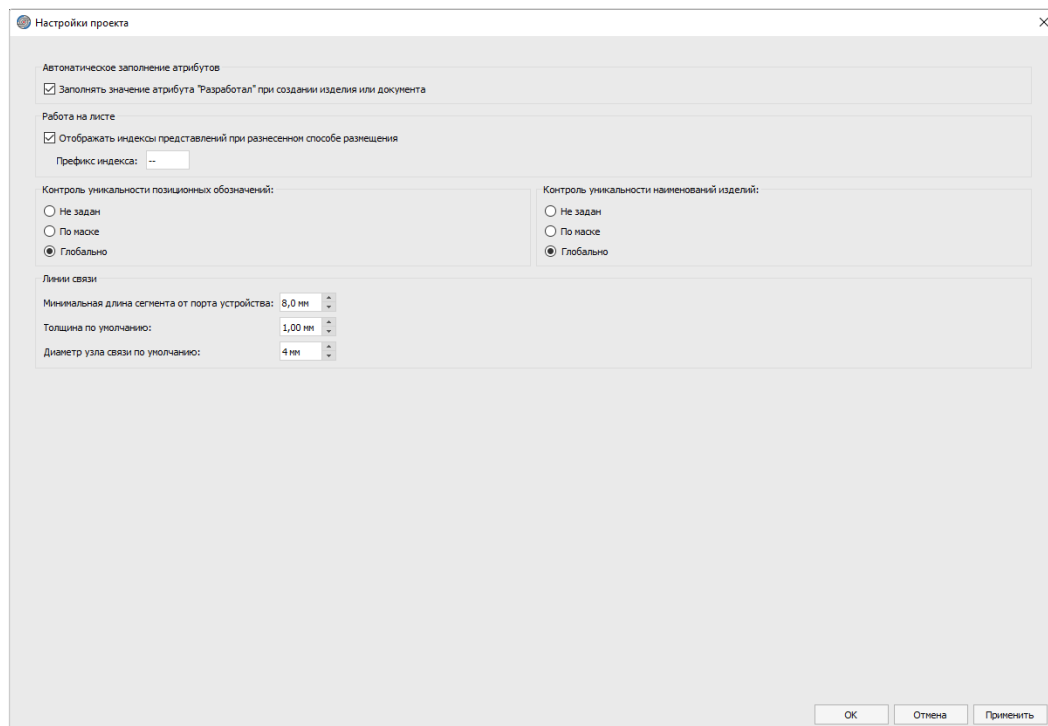

Рисунок 31. Окно «Настройки проекта»
- «Настройки проекта» — открывает окно «Настройки проекта», позволяющее управлять основными параметрами проекта (см. рисунок 31):